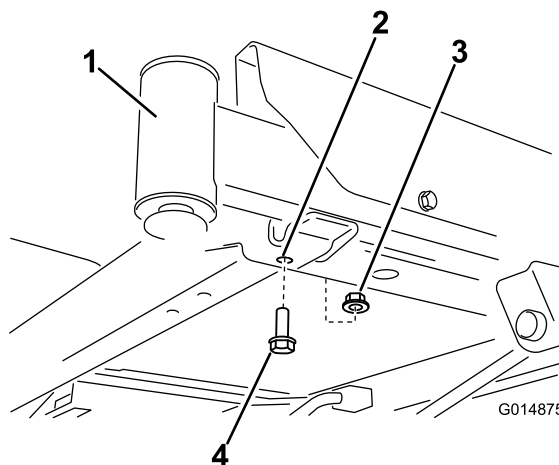
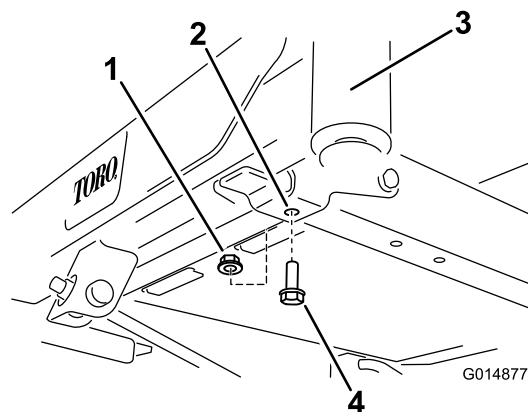

Figure 3
Figure 4
1. Repérez les boulons avant sur le dessous du châssis (Figure 3 et Figure 4).